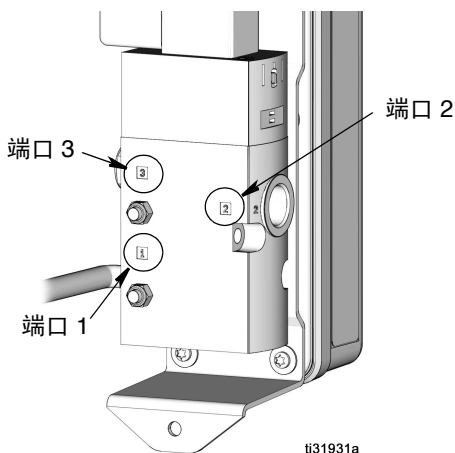

图 1
电磁阀 (14) 罩中的编号 1-3 标识连接端口 (图 1)。
1. 给管件的公螺纹涂上螺纹密封剂。将供气管路连接到端口 1 (图 1)。
2. 给管件的公螺纹涂上螺纹密封剂。将连接至泵空气入口的管路连接到端口 2 (图 1)。